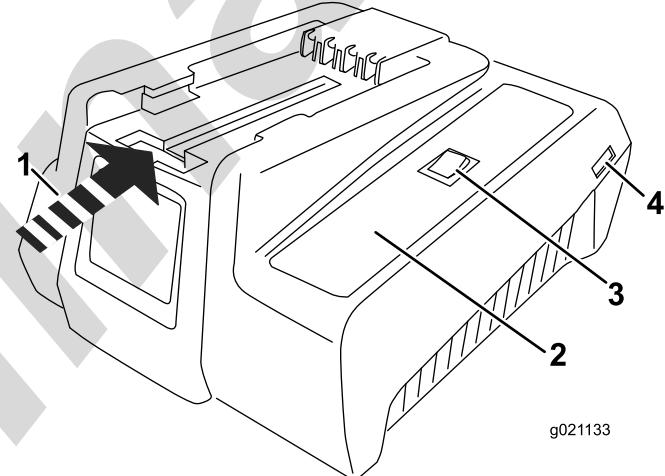
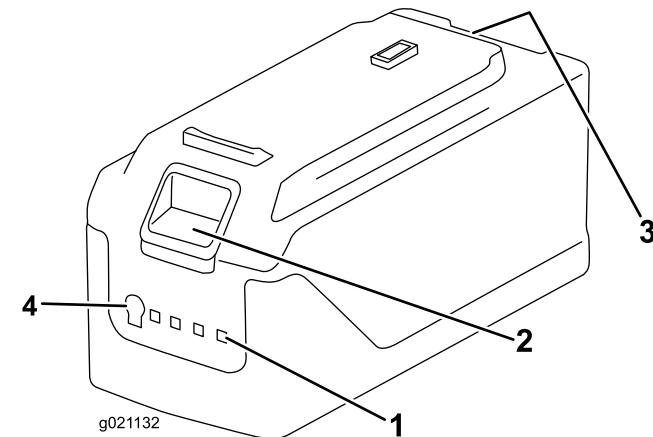

Figura 10
Figura 11
- Si el cable de alimentación no está enchufado en el cargador, enchúfelo en el cargador (Figura 10) y enchufe el cable de alimentación eléctrica en una toma de corriente.
- Ponga la batería boca abajo y alinee el terminal de la batería con la ranura del cargador (Figura 10 y Figura 11).